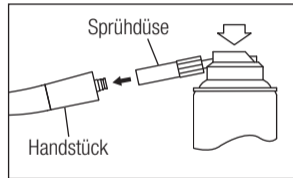

Abb. 9
- 3) Setzen Sie die Sprühdüse auf der Rückseite des Handstücks ein. Halten Sie das Handstück fest und sprühen Sie für die Dauer von etwa 2-3 Sekunden. Tragen Sie Schmiermittel auf, bis es mindestens 2 Sekunden lang aus dem Handstückkopf austritt (Abb. 9).
- 3) Schmieren Sie das Handstück mit NSK PANA SPRAY Plus (Abb. 9) oder mit dem automatischen Pflegegerät von NSK.